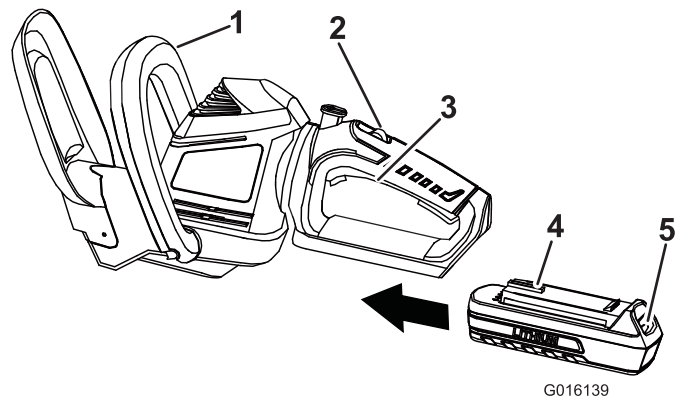

Figura 2
- Sujete la empuñadura con gatillo (Figura 2).
- Coloque una mano en la empuñadura con gatillo. Coloque la otra mano en la empuñadura auxiliar (Figura 2).
- Deslice el interruptor de bloqueo hacia atrás, hacia usted, luego apriete el gatillo para encender el cortasetos (Figura 2). El cortasetos permanecerá encendido mientras se apriete el gatillo. Puede soltar el interruptor de bloqueo una vez que el cortasetos esté funcionando (Figura 2).
- Alinee la lengüeta de la batería con el hueco correspondiente de la carcasa de la empuñadura (Figura 2).
1. Suelte el gatillo (Figura 2).